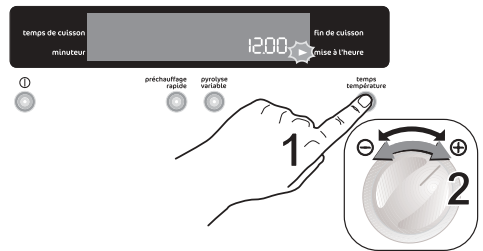

Fig. 6
1. Appuyez sur la touche "Temps" jusqu'à ce que le voyant de **"mise à l'heure"** ► clignote. Réglez l'heure en tournant la commande **TEMPERATURE/TEMPS** jusqu'à la position ⊖ ou ⊕ par intervalles de 1 minute en 1 minute. (Fig. 6).